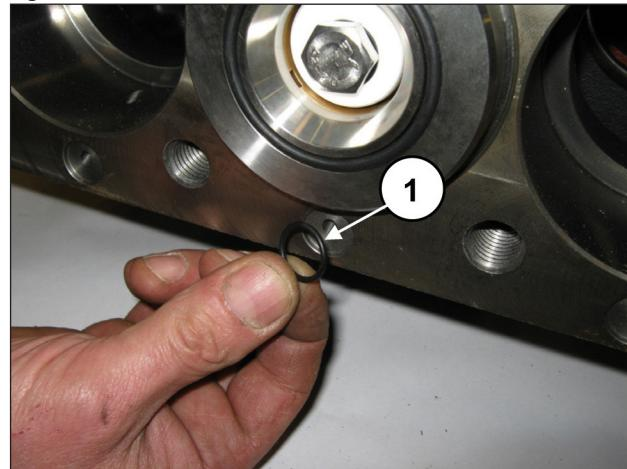

Fig. 163
Aplique os 6 O-ring dianteiros do cárter da bomba (pos. ①, Fig. 163).